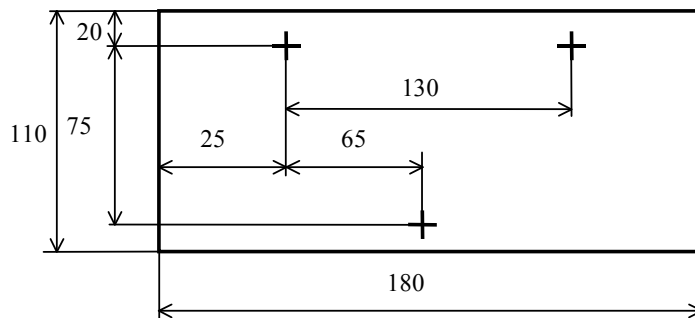

Рисунок 4-2 Разметка для крепления МА-3П-1.
4.3.2. Закрепить МА-3П-1 на стене. Для этого сделать разметку на выбранном участке стены (см. Рисунок 4-2), ввернуть два верхних шурупа, повесить на них прибор и закрепить шурупом сквозь отверстие внутри отсека коммутации.